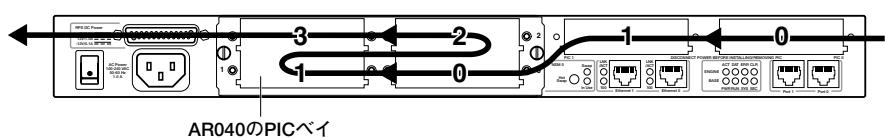

図4.5.1：物理インターフェース番号の順番
- ・インターフェース番号は、図 4.5.1 の矢印の向きに大きくなります。
- ・同一の PIC を複数取り付けた場合、同一の PIC のインターフェース番号は、図 4.5.1 の矢印の向きに沿って 1 ずつ増加します。